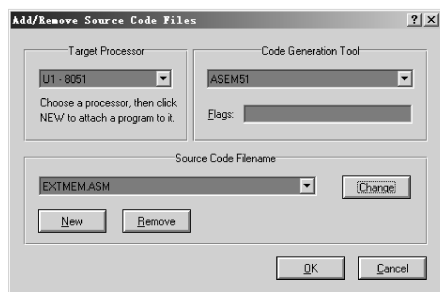

图 4.23 添加或者移除源文件
- Add/Remove Source files: 添加或者移除源文件, 点击后会弹出如图 4.23 所示的对话框, 其中 Target Processor 用于设置对应的处理器 (一个设计文件中有多个处理器存在的情况), Code Generation Tool (代码编辑工具, 但是仅支持 51 系列单片机的汇编语言), Source Code Filename (源代码文件)。